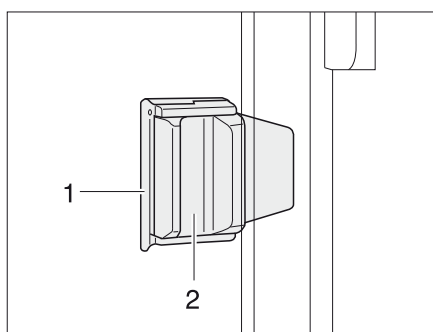

Bild 64 Skjutfönster med skjutlås
- Drag ut låsanordningen (Bild 64,1).
- Tryck handtaget (Bild 64,2) och skjut det samtidigt framåt eller bakåt.